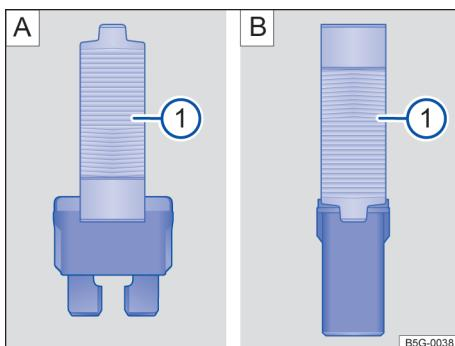

Fig. 215 Retirar ou colocar o fusível com a pinça de plástico: **A** fusível plano, **B** fusível de bloqueio.
- Se necessário, tirar a pinça de plástico da cobertura da caixa de fusíveis correspondente → Fig. 215 [1].
- Conforme o modelo de fusível, colocar um grampos adequado da pinça de plástico pela lateral sobre o fusível → Fig. 215 [A] 1 ou → Fig. 215 [B] 1.